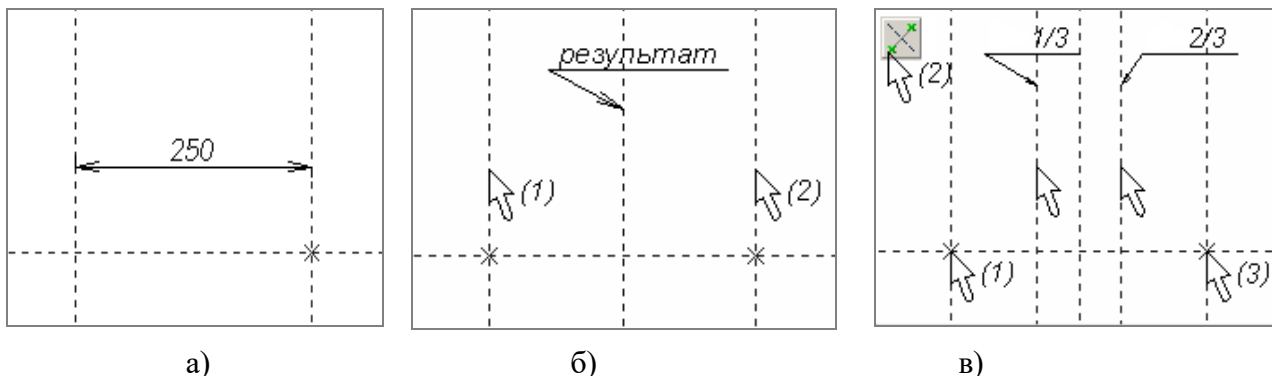

Рисунок 14 – Порядок построения симметричной и пропорциональных прямых
2.4.1 Выполните подготовительный этап. Порядок построения: вызвать команду «». При помощи опции «» построить базовые прямые в нижней части экрана. Далее при помощи опции «» построить прямую, параллельную вертикальной прямой, на расстоянии 250 мм (рисунок 14а).
2.4.2 Постройте прямую, являющуюся осью симметрии двух прямых. Порядок построения: находясь в команде «», выбрать опцию «» и указать курсором сначала на прямую (1), затем на прямую (2) (рисунок 14б).
2.4.3 Постройте прямые, делящие расстояние между опорными прямыми на 3 части. Порядок построения: находясь в команде «», указать курсором на узел (1) (рисунок 14в), затем выбрать опцию «», после этого указать на узел (3). Далее в окне свойств элементов построения задать значение коэффициента пропорциональности 1/3 и нажать клавишу «Enter» на клавиатуре. Так как этот режим действует до отмены опции «», то, не